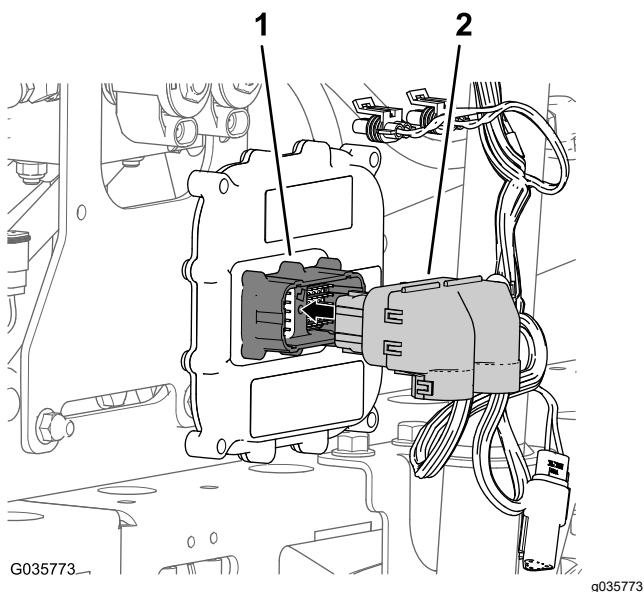

図 27
2. ソニックboom用のワイヤハーネスの 50 ソケットコネクタを、電子コントローラの 50 ピンコネクタに接続し、コネクタ同士をソケットヘッドねじで固定する 図 27。